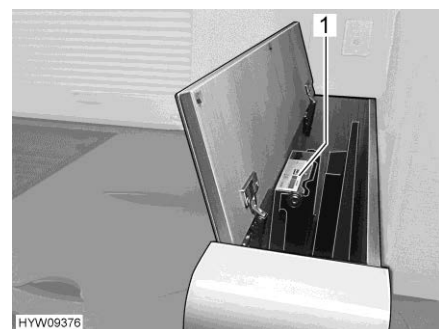

Fig. 89 Schermo piatto (scomparso)
- Schermo piatto a scomparsa manuale: Per scaricare le molle, spingere il meccanismo di sollevamento (Fig. 89,1) leggermente verso il basso. Lo schermo piatto si solleva automaticamente.